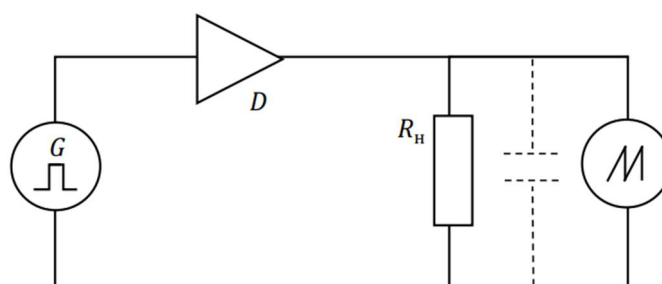

Рисунок 7.9 – Схема для исследования
4. Собрать схему однополупериодного выпрямителя (рис. 7.9), подключить осциллограф, получить на экране осциллографа изображение выпрямленного сигнала, зафиксировать осциллограмму в протоколе, записать амплитуду сигнала.